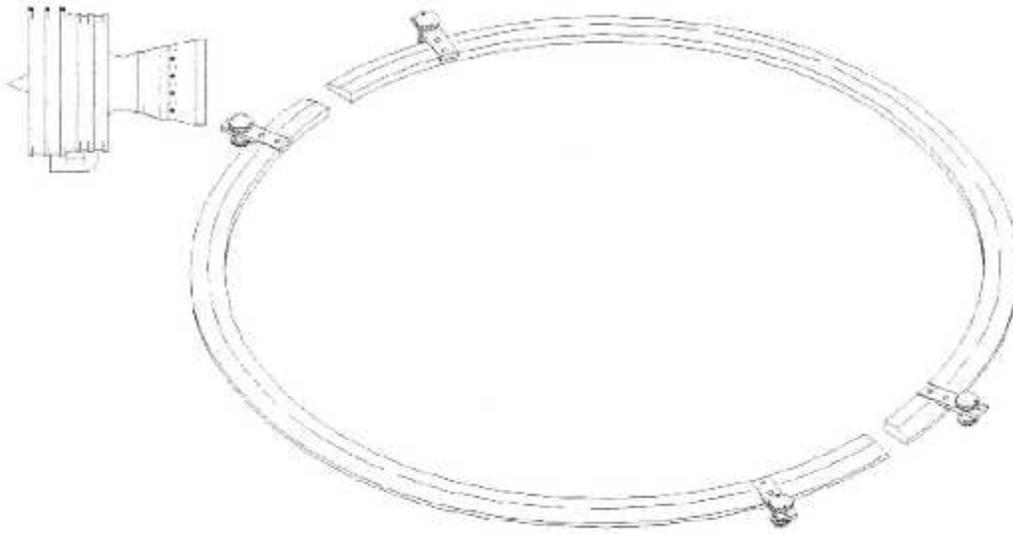

Fig. III. 41: Anneau de Maintien.856A3794G01.
- On déplace-en séparant- le module de la LPT et les brides d'assemblage du cors du moteur. pour faire ceci, on tourne la **clé à rochet** du multiplicateur de torsion, au même temps on engage les (08) vérins à vis qu'on a déjà installé.
- On installe le **Anneau de Maintien.856A3794G01**.fig. III. 41 sur la face avant du carter de la LPT.